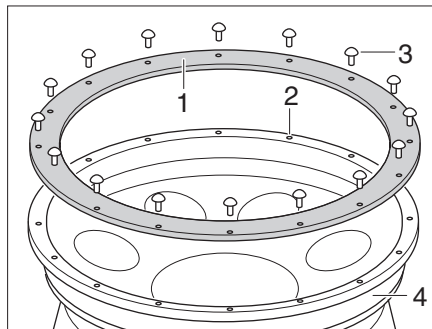

Bild 405 Fälg-/körskyddsring
- Droppa skruvsäkringsmedlet Loctite® 222 i kärnhålet (Bild 405,2).
- Montera fälg-/körskyddsringen (Bild 405,1) med skruvarna (Bild 405,3) på fälgen (Bild 405,4).
- Dra åt skruvarna (Bild 405,3) med ett vridmoment av 2-3 Nm.